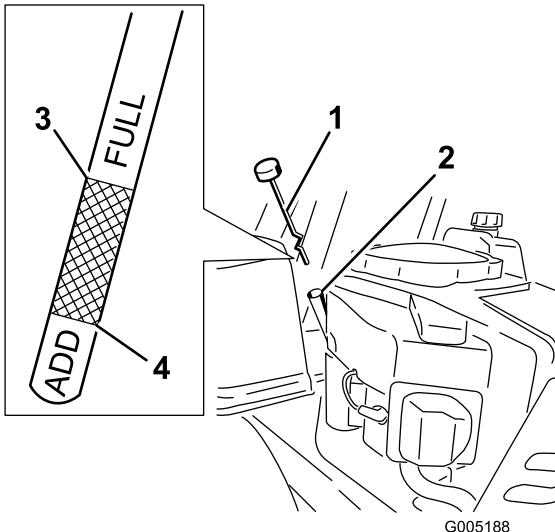

Figura 29
4. Retire el tapón de llenado/varilla de aceite y límpielo. Vuelva a colocar la varilla y empuje firmemente para asentirla en su lugar (Figura 29).